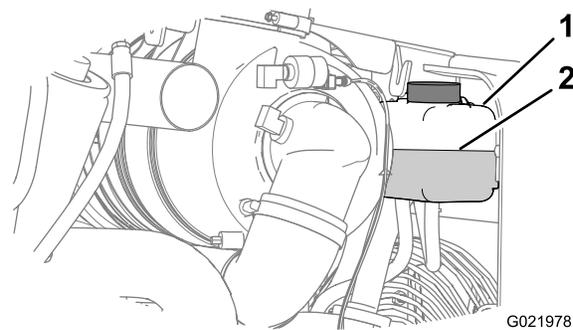

Figura 77
4. Compruebe el nivel de refrigerante del depósito (Figura 77).
Nota: Asegúrese de que el nivel de refrigerante está entre la marca Añadir y la marca Lleno del depósito (Figura 77).